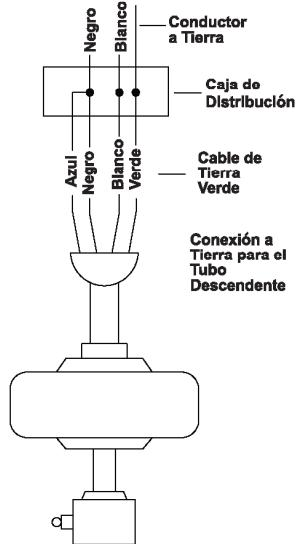

Figura 13
Paso 1 Conectar el conductor de tierra del suministro de 120 voltios (este puede ser un cable descubierto o un cable con aislación verde) al (los) cable (s) verde (s) de tierra del ventilador (Figura 13). Al usar el método estandar de montaje existen dos cables verdes de tierra uno del soporte de montaje rápido y otro del tubo descendente. Si usa el método próximo al techo existe solo un cable verde de tierra del soporte de montaje ya que el tubo descendente no se usa.